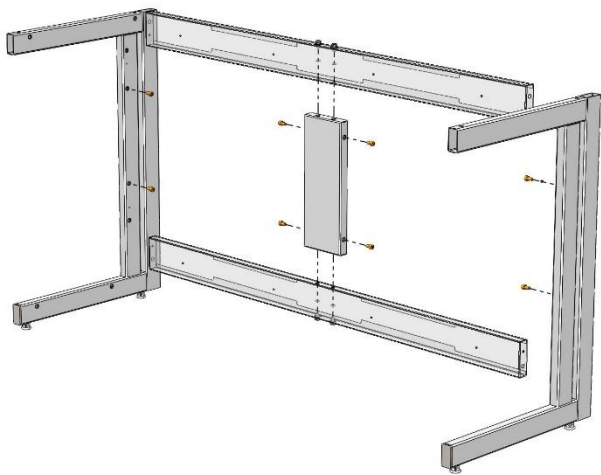

Рис. 2
2. Для каркаса шириной от 1350 – собрать заднюю раму каркаса, соединив распорки каркаса ребром, используя болты М8х16, пружинные шайбы 8 и предусмотренные в ребре заклёпки-гайки М8 (Рис. 2)
3. Если предполагается установка декоративной панели – установить болты М8х14 (цилиндрическая головка) в предусмотренные в ребре и боковинах заклёпки-гайки М8 (Рис. 2)